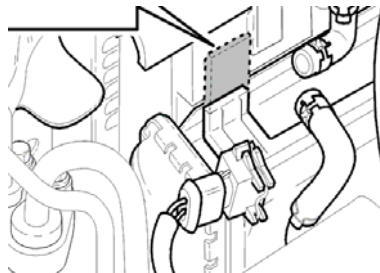

Abb. 6
- Halter teilweise anschneiden (Abb. 6).